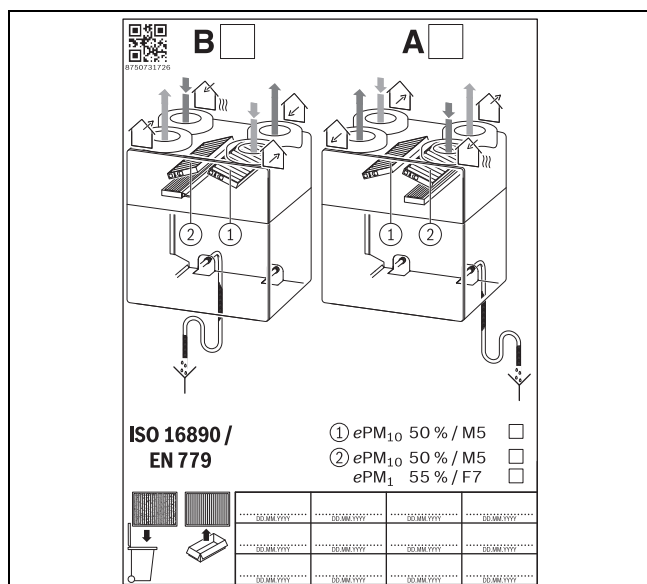

Bild 11 Aufkleber Filterwechsel
- Das Datum des Filterwechsels und die Filterart auf dem Aufkleber (→ Bild 11) am Lüftungsgerät im dafür vorgesehenen Feld notieren. Der Aufkleber befindet sich zwischen den Filtern auf dem Blech.